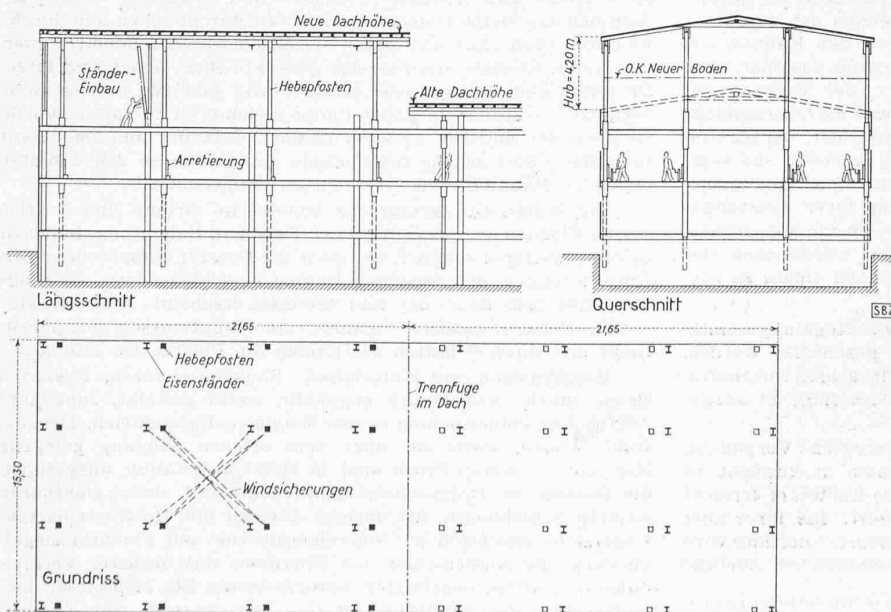
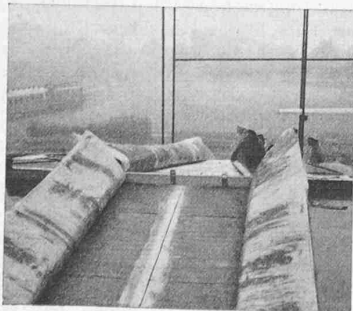

Abb. 2. Samenlagerhaus Vatter, Einrichtung für das Heben des Daches, Masstab 1:400
Abb. 4. Trennen der beiden Dachhälften (Kupferblech und Dachpappe auf Holzschalung)
**Vorbereitung.** Während noch auf dem Zimmerplatz das Konstruktionsholz abgebunden wurde, setzten im Bau die Vorbereitungen zum Heben der ersten Dachhälfte ein. Neben jede der 16 Eisenstützen wurde eine Hebestütze mit Führungsschacht, dazu ein Hebeklotz als Anfasspunkt für die Winde und ein Arretierklotz als Sicherung eingebaut (Abb. 2 und 3). Alsdann wurden die Eisenstützen mit Schweissapparaten zerschnitten, sämtliche für den Einbau des neuen Konstruktionsholzes nötigen Schraubenlöcher gebohrt, das Dach von den Fassaden gelöst und die beiden Dachhälften voneinander getrennt (Abb. 4). Das Aufwinden konnte beginnen.